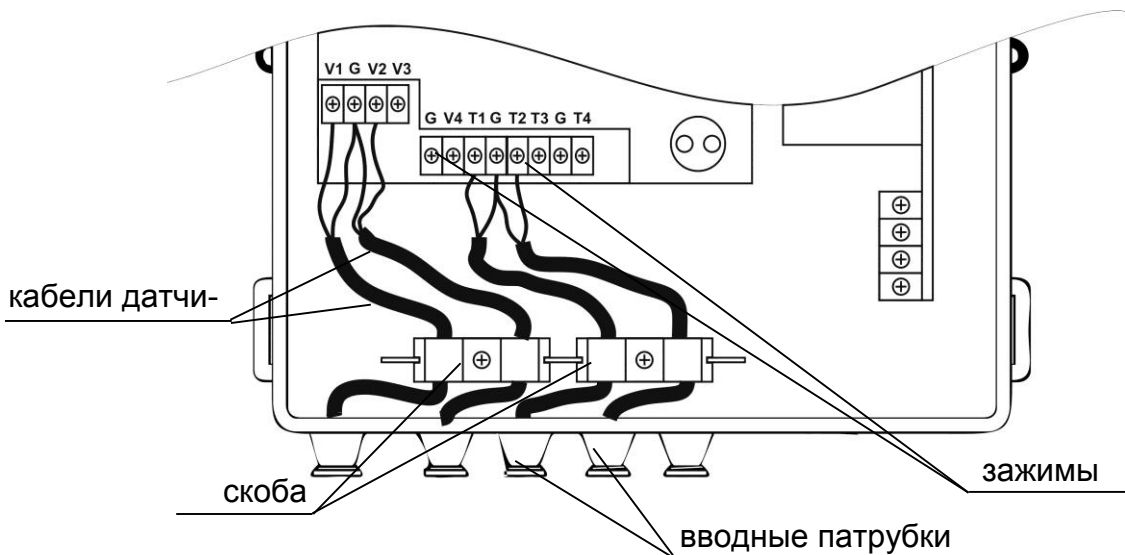

Рисунок 2.4 – ТВ со снятой крышкой (после подключения)
2.10.2 Подводящие кабели вставляются через отверстия вводных патрубков, продеваются под скобы и подключаются к зажимам ТВ ТС, винт скобы зажимается (рисунок 2.4).